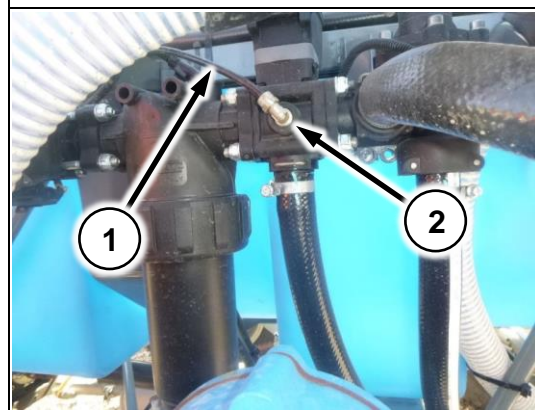

Рис. 50
6. Соедините нейлоновую трубку (Рис. 50/1) от манометра хим. системы с фитингом на гидрораспределителе (Рис. 50/2)